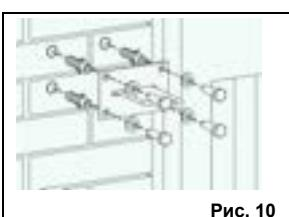

Рис. 10
- ii- Затем кронштейн с пластиной крепят к столбику, используя подходящий крепёж (рис. 10).